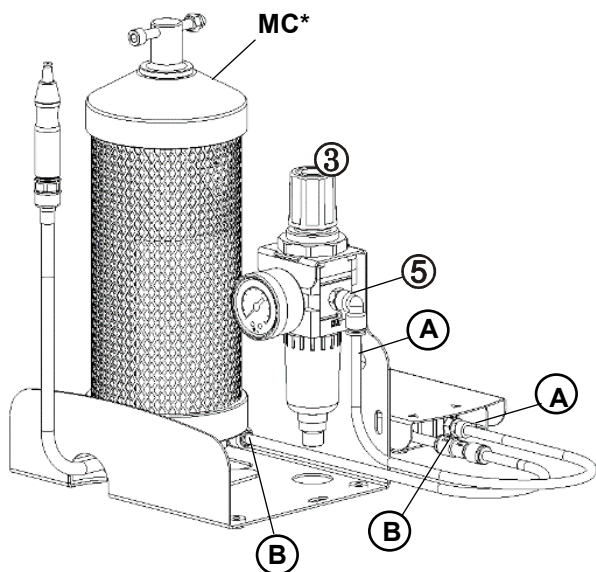

Рис. 2 Подключение **АМС**
6.2 Подключение **МС*** к **АМС** (Рис.2)